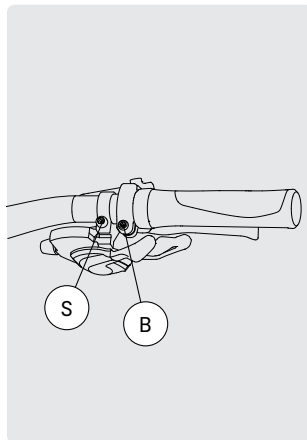

BILD 25
- 1 Lossa insexskruvarna S och B på växelreglaget och bromshandtaget (Bild 25).